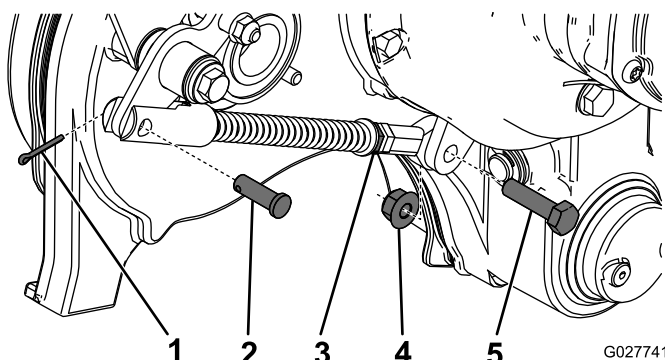

Figure 47
3. Retirez la goupille fendue, l'axe de chape, l'écrou et le boulon qui fixent la bielle de levier coudé à la machine (Figure 47).
5. Serrez l'écrou de blocage et montez la bielle de levier coudé à l'aide des fixations retirées précédemment (Figure 47).